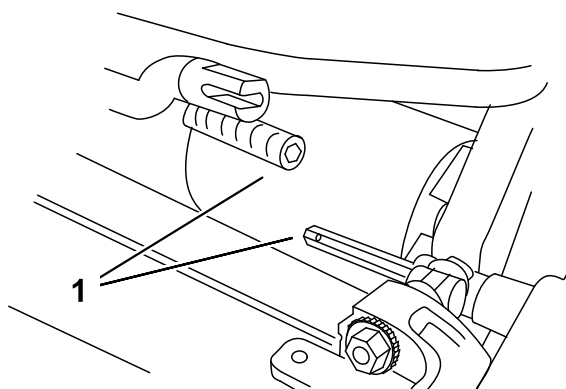

Figure 6
3. Poussez le plateau de coupe sous le groupe de déplacement puis vers la gauche pour engager l'accouplement de la transmission (Figure 6).